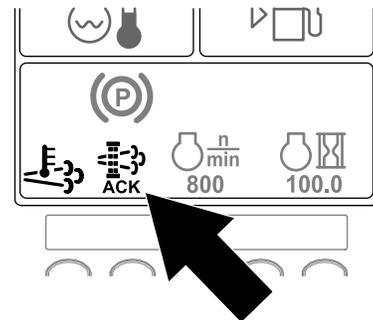

Figura 30
- El InfoCenter muestra la página de inicio y el icono de reconocimiento de regeneración (Figura 30) aparece en la esquina inferior derecha de la pantalla mientras se procesa la regeneración.